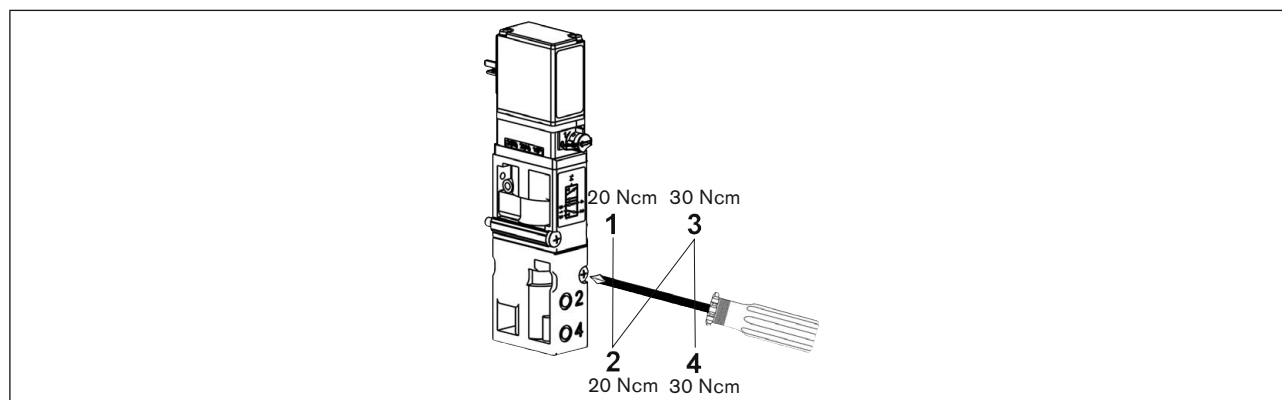

Figure 32 : Serrage de vis
- Positionner la vanne avec les garnitures d'étanchéité à bride / les joints toriques correctement mis en place sur l'emplacement de vanne et serrer les vis conformément à la représentation du montage suivante (voir Figure 32 : Serrage de vis).